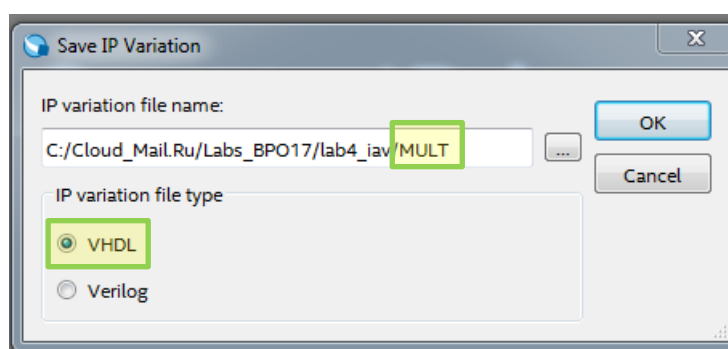

Рис. 16 Окно создания экземпляра выбранного компонента
5.2. В появившемся окне настройки задайте имя экземпляра выбранного компонента (MULT) и укажите язык описания аппаратуры (VHDL), в коде которого он будет храниться в проекте (рис.16). Выполните «OK».